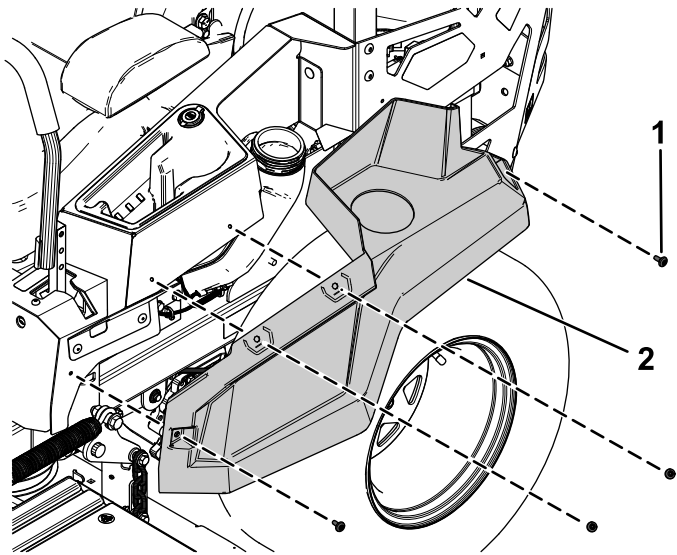

Figure 4
- Retirez les 4 vis à épaulement de fixation du carénage gauche et déposez le carénage (Figure 4).